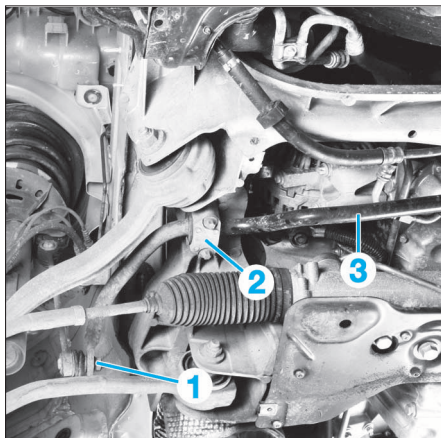

FIG. 12
- Désaccoupler la barre stabilisatrice des biellettes de liaison (1) (Fig.12).